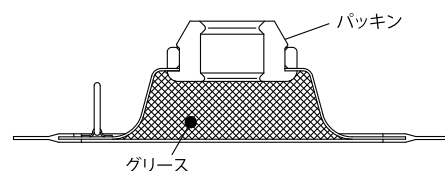

Fig. 2
- ・ご購入後、はじめてフォロープレート組立を使用するときは、あらかじめプレートの裏側のへこみ部分にグリースを詰めておく作業が早く簡単です。(Fig. 2)